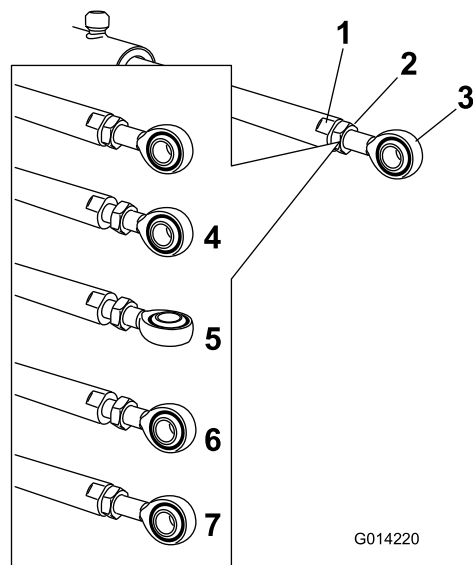

Figura 114
5. Coloque una llave plana sobre las zonas planas del actuador para inmovilizarlo, luego afloje la contratuerca para poder manipular la rótula (**Figura 114**).
6. Gire la rótula del actuador para acortar o alargar el actuador extendido a la posición deseada (**Figura 114**).